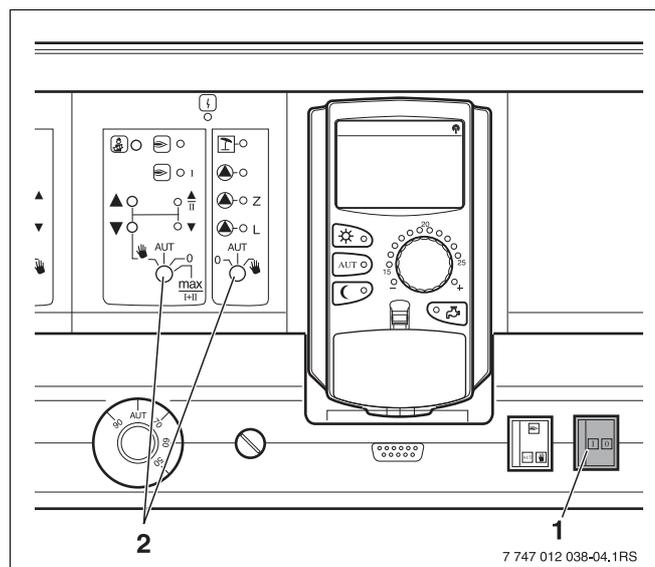

Рис. 8 Пусковой выключатель
- Проверьте, находятся ли пусковой выключатель системы управления (→ рис. 8, [1]) и переключатели модулей (→ рис. 8, [2]) в положении "I" и "AUT" (ABT).
- Включите систему управления, для чего переведите пусковой выключатель в положение "I" (→ рис. 8, [1]).
- Включите систему управления, для чего переведите пусковой выключатель в положение "0" (→ рис. 8, [1]).